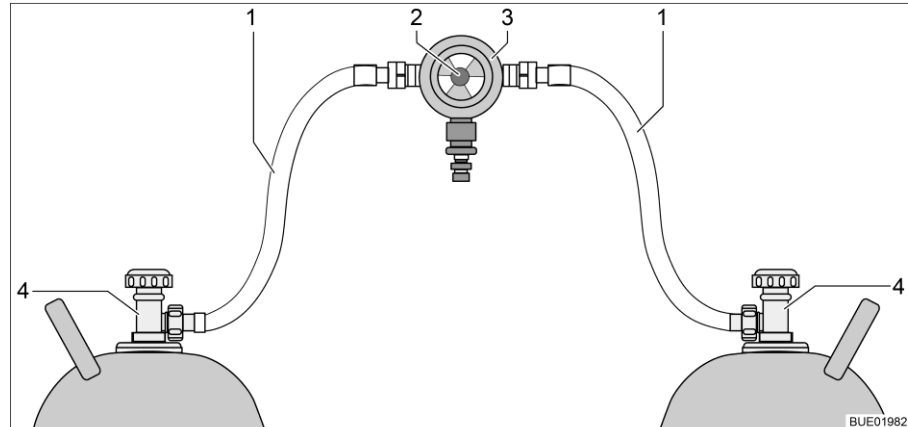
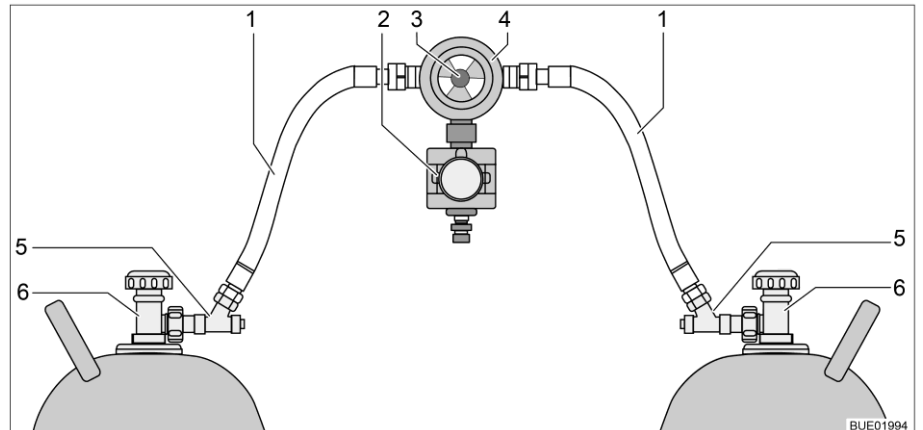

Fig. 56 Dispositif de commutation entre bouteilles de gaz
Fig. 57 Dispositif de commutation entre bouteilles de gaz avec CPU
Le dispositif de commutation entre bouteilles de gaz se compose d'un régulateur de pression du gaz combiné à une valve de commutation et indicateur (Fig. 56,3). Le dispositif de commutation entre bouteilles de gaz est monté entre les deux lyres (Fig. 56,1).
Le dispositif de commutation entre bouteilles de gaz se compose d'un régulateur de pression du gaz combiné à une valve de commutation et indicateur (Fig. 57,4) et d'une électrovanne (Fig. 57,2). L'électrovanne bloque l'arrivée du gaz au véhicule en cas de freinage brusque, d'accident ou de pente inhabituellement forte. Le dispositif de commutation entre bouteilles de gaz est monté entre les deux lyres (Fig. 57,1) avec des sécurités de rupture de tuyau (Fig. 57,5).
Le bouton rotatif (Fig. 56,2 ou Fig. 57,3), situé sur le dispositif de commutation entre bouteilles de gaz permet de définir laquelle des bouteilles de gaz est celle de service et laquelle est celle de réserve.
Seules les fonctions électriques peuvent être activées sur l'unité de commande (Fig. 58). Les robinets principaux des bouteilles de gaz (Fig. 56,4 et Fig. 57,6) doivent être ouverts ou fermés manuellement.
- Ouvrir les robinets principaux des bouteilles de gaz (Fig. 56,4 ou Fig. 57,6).
- Appuyer sur les sécurités de rupture de tuyau (Fig. 57,5) l'une après l'autre pendant 10 secondes.
- Choisir la bouteille de gaz avec le bouton rotatif (Fig. 56,2 ou Fig. 57,3) du dispositif de commutation à partir de laquelle le gaz doit être utilisé prioritairement (bouteille de service).
- Fermer les robinets principaux des bouteilles de gaz (Fig. 56,4 ou Fig. 57,6).